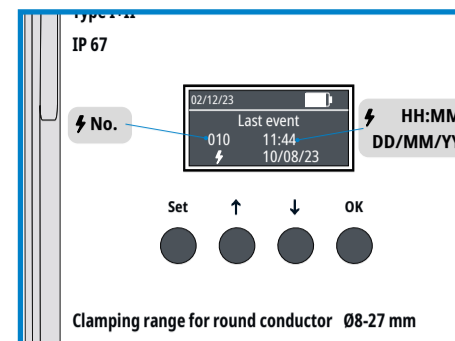

Fig. 10.1 Menu - **Last event**
1.4 Affichage du dernier événement - **Last event** (fig. 10.1) :
L'affichage de l'appareil passe au menu **Last event** (fig. 10.1) : l'événement enregistré en dernier apparaît, y compris son numéro et la date et l'heure de l'enregistrement.